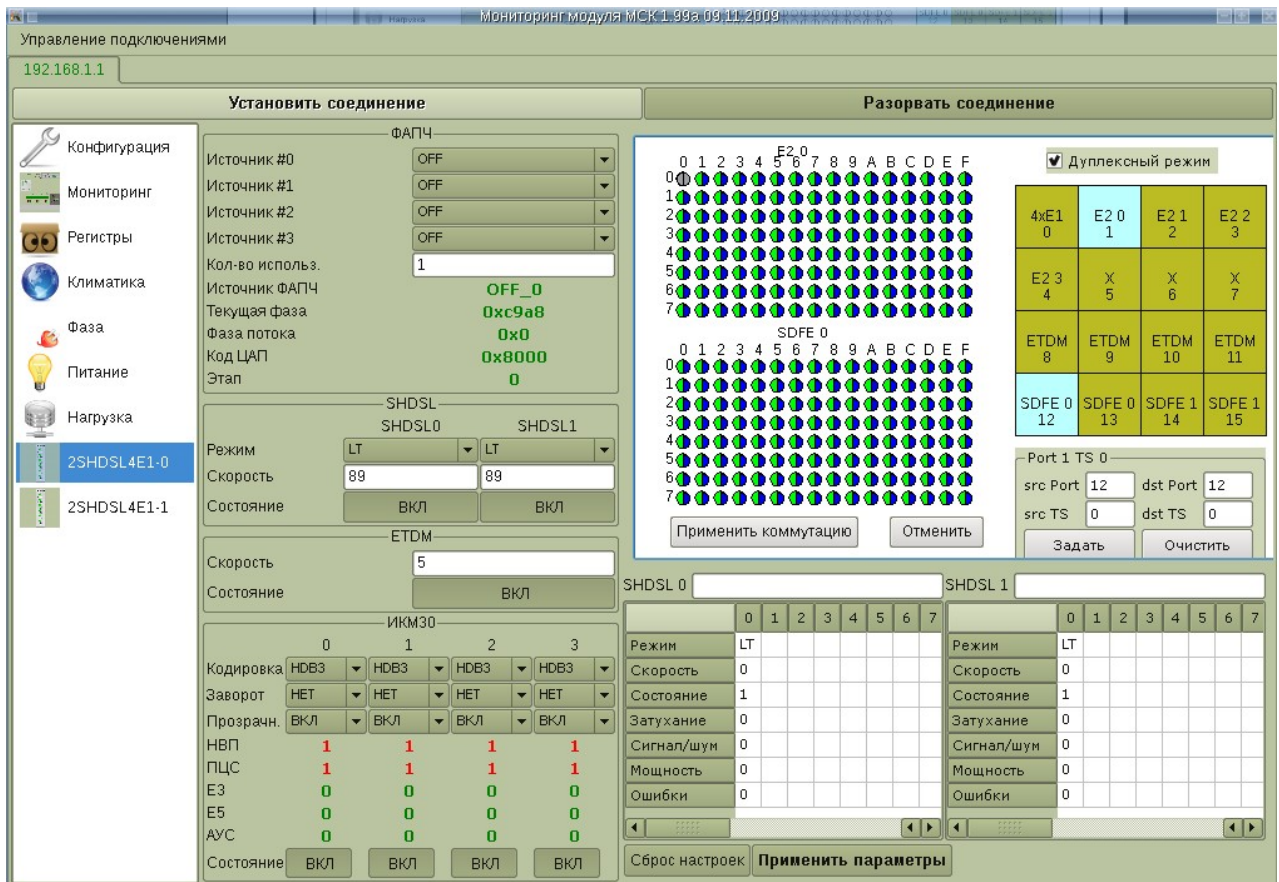

Рисунок 38: Окно 2SHDSL-4E1-Eth
6. Выделите все тайм - слоты одного элемента коммутации, которые хотите скоммутировать. Так как мы хотим скоммутировать E2 поток, который состоит из 128 тайм-слотов, нам необходимо выделить все поле коммутации, принадлежащее элементу коммутации «E2 0». Для чего нажмите и удерживайте нажатой левую клавишу мыши в правом нижнем углу таблицы коммутации в стороне от окружностей изображающих тайм - слоты и проведите мышью до левого верхнего угла таблицы коммутации. Отпустите клавишу при этом все кружки приобретут серый цвет (Рис.38).